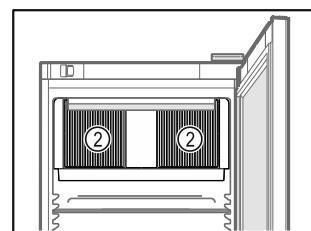

Fig. 61
- Oslobodite ventilacijske prorezove Fig. 61 (2) za ventilator optočnog zraka u unutrašnjosti.